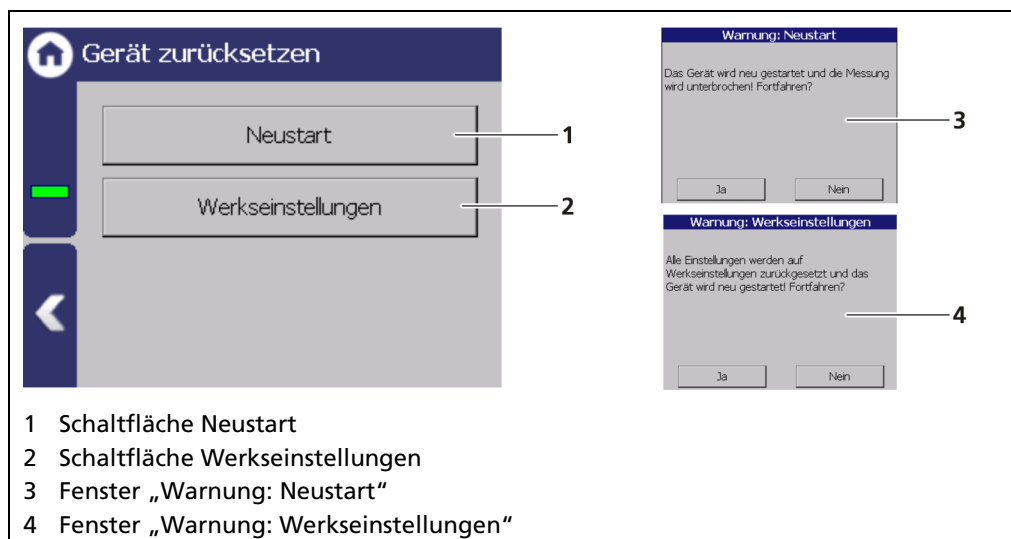

Abb. 50 Gerät zurücksetzen
1. Um das Gerät neu zu starten, klicken Sie auf die Schaltfläche <Neu starten> (Abb. 50, Pos.1).
- Ein Fenster mit der Warnung „Neustart“ (Abb. 50, Pos.3) öffnet sich.
1. Um die Auswerteeinheit auf die Werkseinstellungen zurückzusetzen, klicken Sie auf die Schaltfläche < Werkseinstellungen > (Abb. 50, Pos.2).
- Ein Fenster mit der Warnung "Werkseinstellungen" (Abb. 50, Pos.4) öffnet sich.